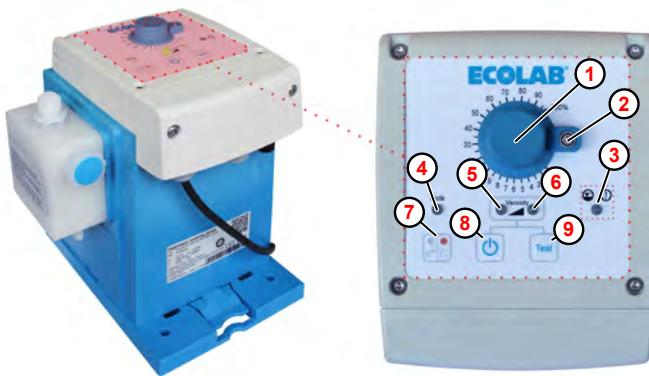

Fig. 15: Tasto accensione/spegnimento dell' «EcoUp»
1. La pompa viene accesa o spenta tramite il tasto On/Off (Fig. 15 , ⑧).
A seconda della modalità di dosaggio selezionata, il LED sinistro (Fig. 15 , ⑤ , Viscosity low) o il LED destro (Fig. 15 , ⑥ , Viscosity high) si accende o lampeggia.
1. ➤ Alla prima accensione, la pompa è impostata sulla modalità di funzionamento manuale, il LED della modalità di funzionamento (Fig. 15, ①) è spento. La pompa si avvia subito dopo l'accensione, il LED dello stato operativo/modalità di dosaggio ⑤ o ⑥ si accende in verde.
2. ➤ Premendo il tasto di commutazione della modalità operativa ⑦ si passa alla modalità ad impulsi, il LED della modalità operativa ④ si accende in arancione. La pompa è in standby ed è in attesa di un impulso in entrata, il LED dello stato operativo/modalità di dosaggio ⑤ o ⑥ si accende in verde.
3. ➤ Premendo nuovamente il tasto di commutazione della modalità operativa ⑦ è possibile tornare alla modalità manuale.